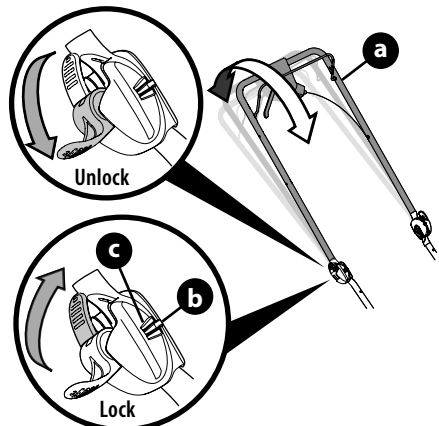

Figura 19
1. Destrahe las dos palancas de liberación de manija (recuadro de la Figura 19).
3. Trabe las dos palancas de liberación de manija (recuadro de la Figura 19).